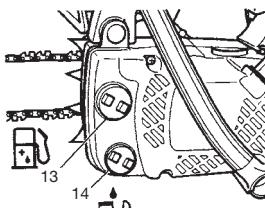

Fig. 8
⚠ ATTENTION! (Fig. 8)
Huile de chaîne (Fig. 8)
Lorsqu'on remplit les réservoirs soit avec du carburant (13), soit, avec de l'huile de chaîne (14), placer la machine sur le côté avec les bouchons orientés vers le haut (Fig. 8).